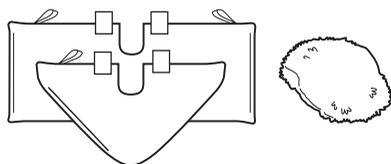

fig.27
- 1 Nous recommandons de laver votre linge de nettoyage en microfibre séparément des autres tissus pour éviter de ramasser de la charpie. **Utilisez seulement des détergents liquides (pas de détergent en poudre). N'utilisez pas d'assouplisseur ou de l'eau de javel.** Séchez sur une corde à linge ou dans la sècheuse au niveau bas. (fig. 27)